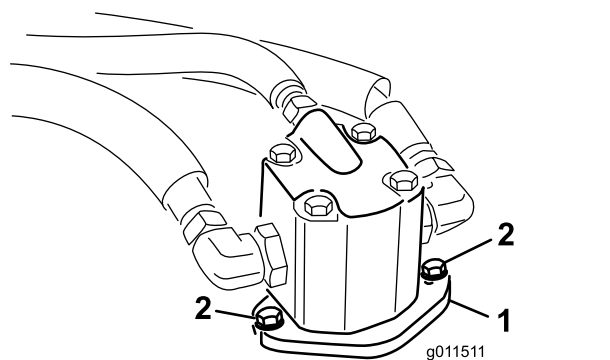

Figura 98
4. Rimuovete i bulloni che fissano il motore idraulico al piatto di taglio (Figura 98).